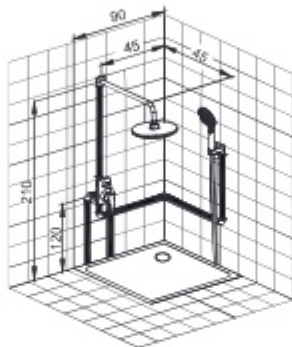

Рис. 1 / 1 сур.
Встраиваемый смеситель с дивертором и двумя выходами предназначен для подключения двух точек водопотребления, например, верхнего душа и душевого шланга (рис. 1).
2. В намеченном месте установки душевой системы необходимо подготовить нишу для установки корпуса смесителя, выхода с держателем ручной лейки, кронштейна тропического душа, излива*. Нишу подготавливают путем штробирования стены. Глубину ниши и ее размеры необходимо предусмотреть с учетом размеров элементов душевой системы. При определении глубины ниши необходимо учесть толщину будущей отделки и глубину, на которую могут быть установлены элементы душевой системы от поверхности будущей станы с отделкой. Справочные размеры указаны на рис. 1.